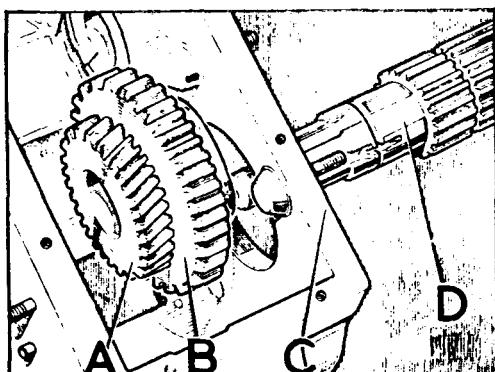

Fig. C1-40 Montaje del eje de salida y piñones
- 4.1. Montar el cojinete cónico de rodillos sobre la parte trasera del eje y situar - los piñones, A (Fig. C1-40), de "alta" y B, de "baja" en el eje de salida, D, - por la parte interior de la caja reductora.